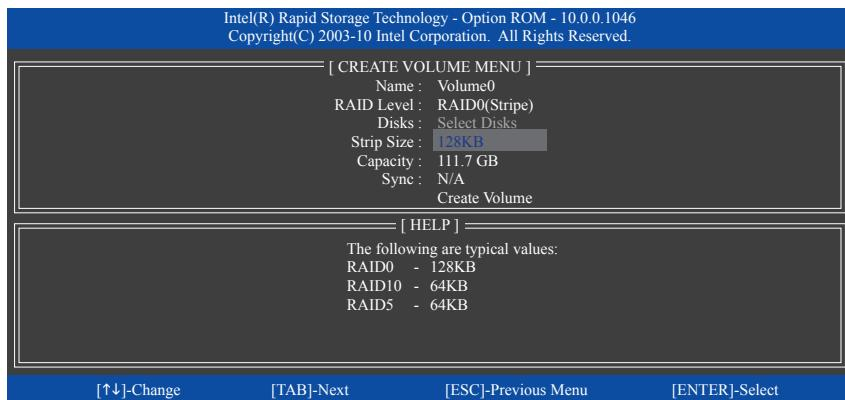

図 5
**Disks** アイテムの下で、RAID アレイに含めるハードドライブを選択します。取り付けたドライブが 2 しかない場合、ドライブはアレイに自動的に割り当てられます。必要に応じて、ストライブプロックサイズ(図 5)を設定します。ストライブプロックサイズは 4 KB~128 KBまで 設定できます。ストライブプロックサイズを選択してから、<Enter> を押します。